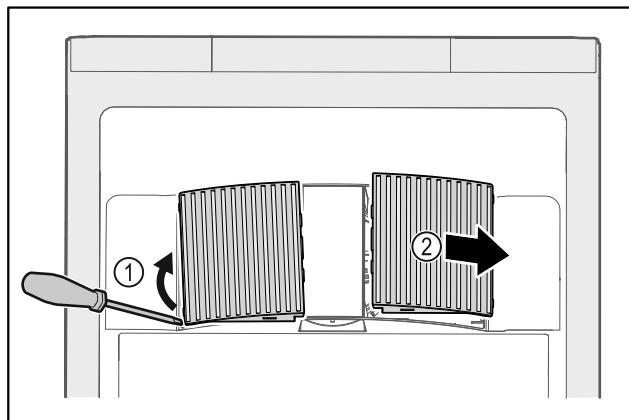

Fig. 172
- Haga palanca con cuidado para sacar las cubiertas de los ventiladores por el lateral Fig. 172 (1) y retírelas hacia la parte delantera. Fig. 172 (2).